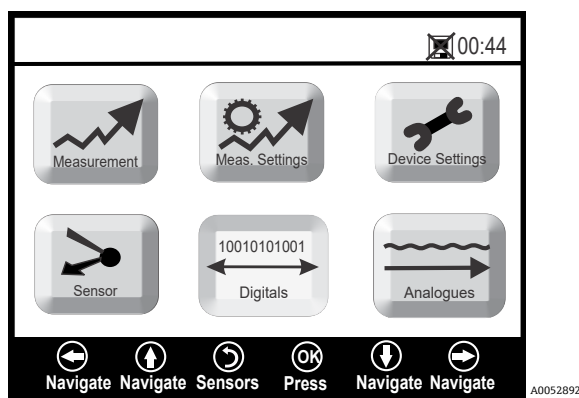

図 10. メインメニュー - Digitals（デジタル）を選択
- ▶ 間隔値を 30 秒未満に設定した場合、プローブの寿命が短くなる可能性があります。詳細については、光分解による信号ドリフト → 図 10 を参照してください。
別のセンサタイプを選択した場合、センサタイプの変更により RATA がリセットされることを示すメッセージが表示されます。相対精度試験監査 (RATA) → 図 10 を参照してください。